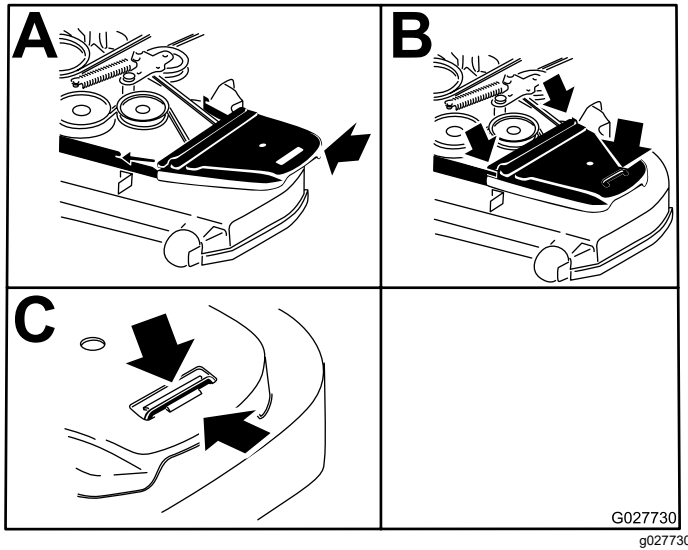

Рисунок 63
12. Встановіть кришки ременів та прикріплені до них болти (Рисунок 63).